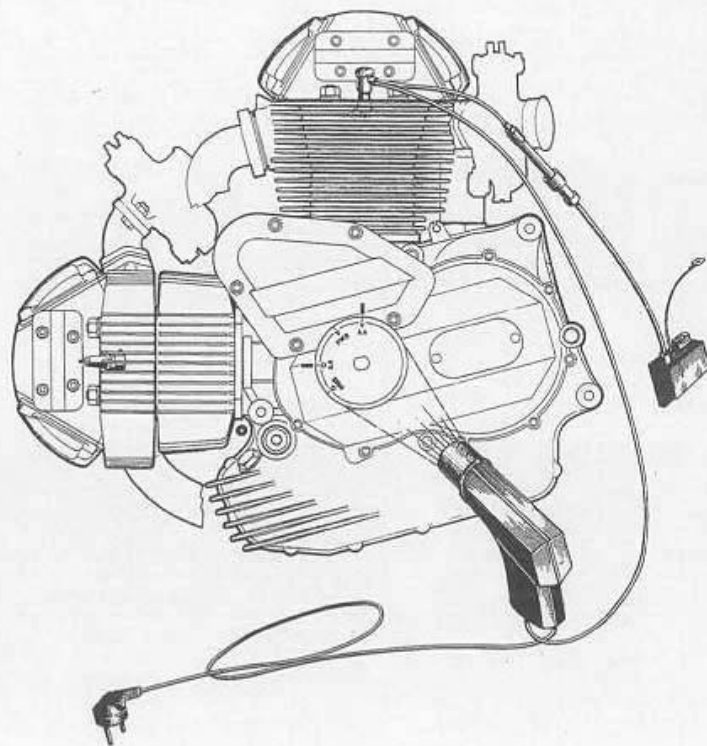

Fig. 131
- 1) Montare il nuovo attrezzo 88713.0121 sull'asse dell'albero motore, lato frizione, previo smontaggio del tappo (vedi fig. 131).
- 1) Fit the new 88713.0121 advance checking indicator, on the crankshaft, clutch side, after removing the plug (see fig. 131).